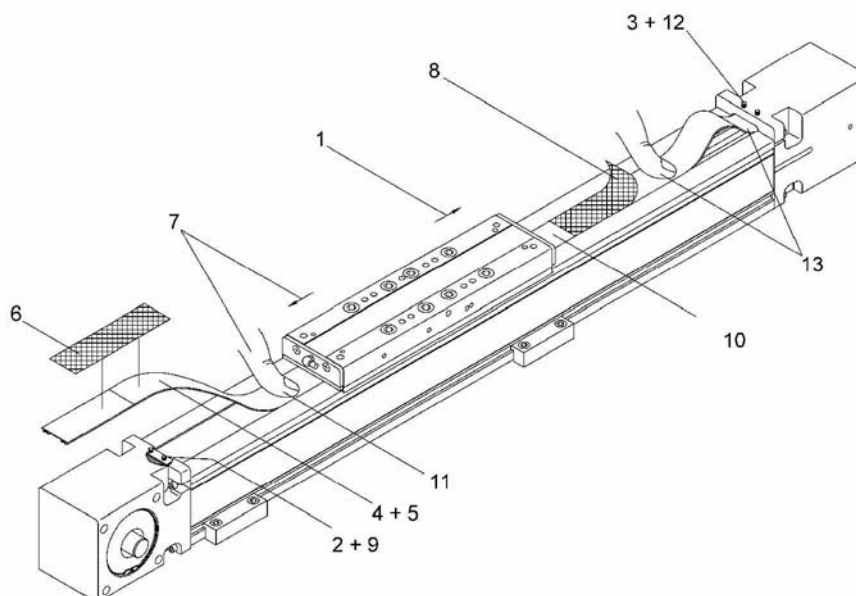

Bild 8:
1. Bild 8: Kraftbrücke in die hintere Endlage (Loslagerseite) fahren.